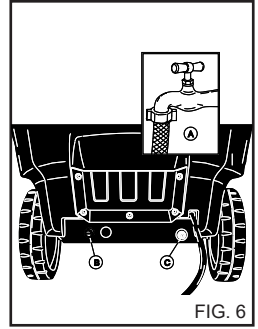
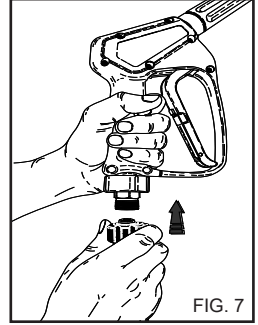

FIG. 6
FIG. 7
Подсоедините шланг к крану водоснабжения (рис. 6А) и к отверстию на аппарате (рис. 6В). Убедитесь, что давление и расход воды, подаваемого от крана, соответствует характеристикам аппарата: 2-8 бар (29-116 фунт/дюйм²)
Подсоедините шланг высокого давления к аппарату (рис. 6с) и к пистолету (рис. 7).
- 1) Поверните кран подачи воды (рис. 6А).
- 6) Закройте кран водопровода (рис. 6А).